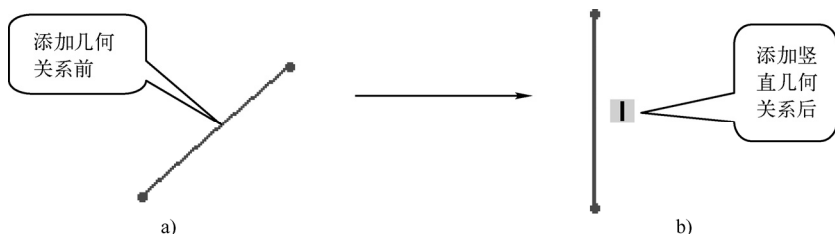

图 2-106 添加竖直几何关系
- 竖直几何关系：使选取的对象按竖直方向放置，如图 2-106 所示。